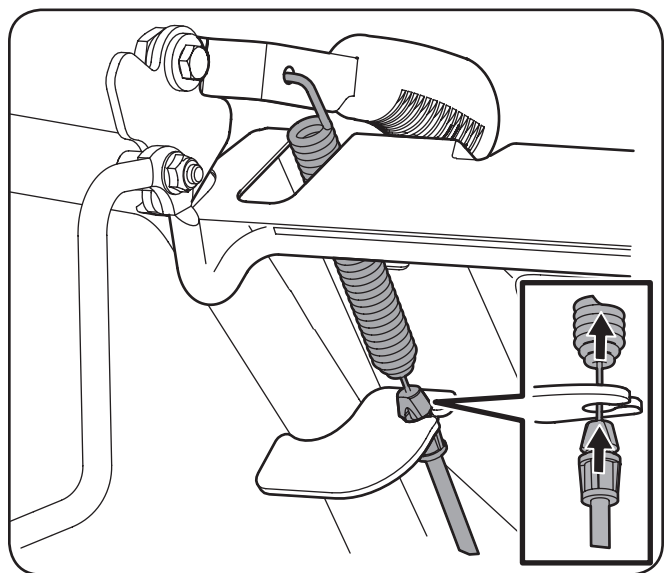

Figure 3-6
11. Acheminez le câble de la commande du neutre le long du côté gauche de la poignée et accrochez-le dans la poignée de la commande du neutre. Voir Figure 3-6.
NOTE: Assurez-vous que le crochet de retenue est installé de la droite vers la gauche, sinon le ressort frappera contre la poignée. Voir Figure 3-6.
12. Après avoir correctement accroché le câble, enclenchez-le dans le support. Voir Figure 3-6.